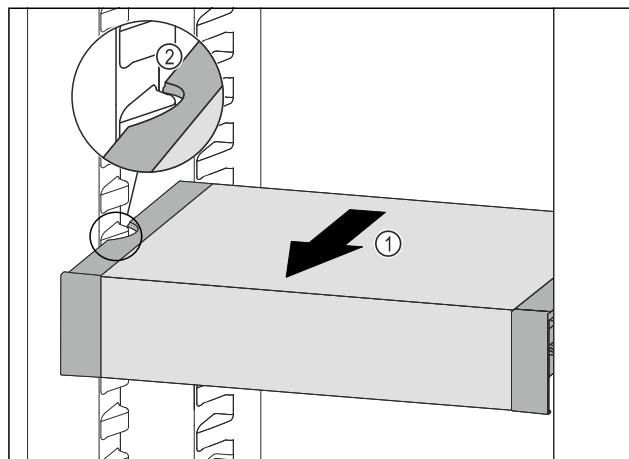

Fig. 99
- ▶ Táhněte VarioSafe dopředu Fig. 99 (1), dokud nebudou boční vybrání VarioSafe na úrovni žebrování na nádoby v chladničce. Fig. 99 (2)